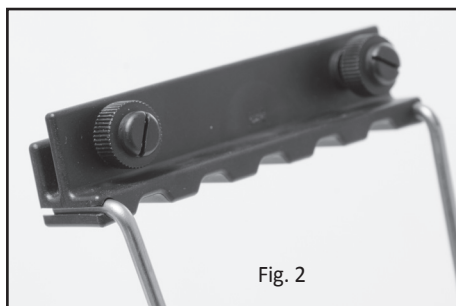

Fig. 2
el lado de los clips con tornillos de plástico (imagen 2).
1. Coloque la cubierta en el listón. Coloque la segunda cubierta del mismo modo. Ignore este paso si las cubiertas de plástico ya están colocadas (véase imagen 2).